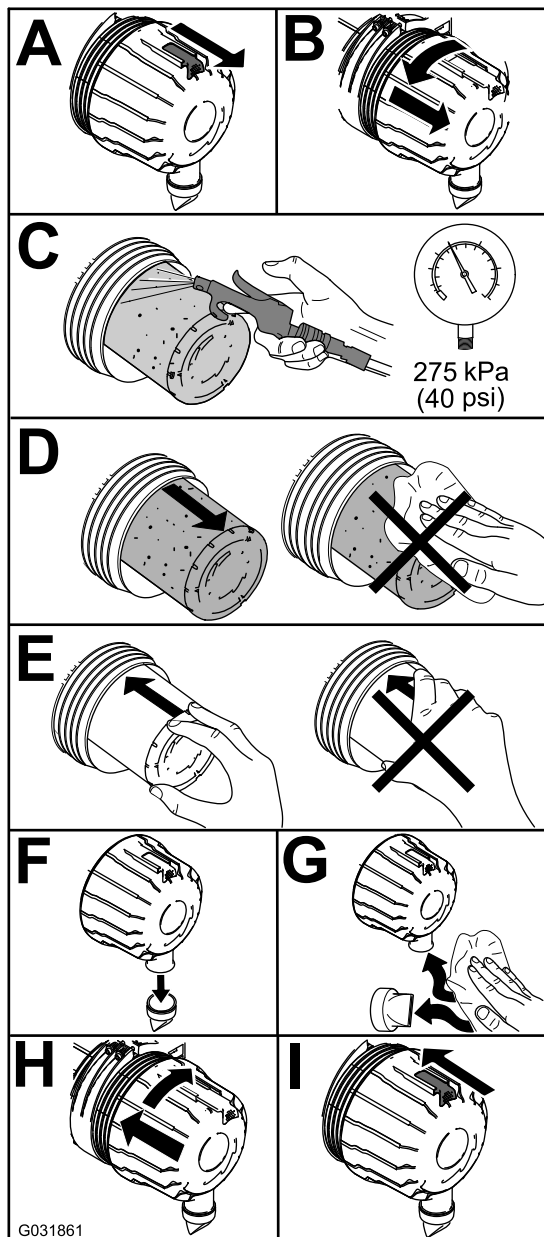

Figure 47
1. Remplacez le filtre à air (Figure 47).